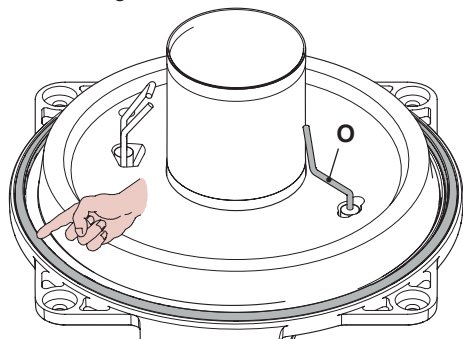
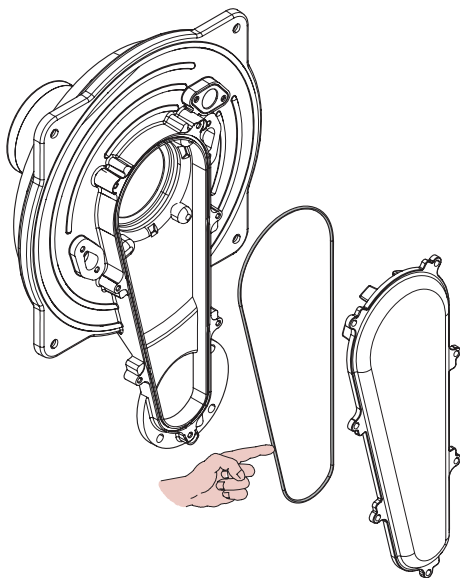

Figura 9.12
Figura 9.13
- La guarnizione in silicone della parete frontale della camera di combustione Figura 9.12 e la guarnizione del coperchio condotto aria/gas (Figura 9.13) devono essere cambiate se deteriorate e comunque devono essere obbligatoriamente sostituite ogni 2 anni.
- L'elettrodo di rilevazione **O** in Figura 9.12 funge anche da sensore per il corretto